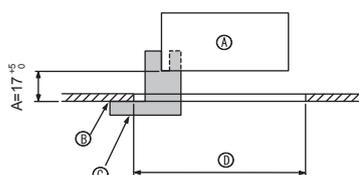

Fig. 5-2
①	Решетка	1	950 × 950 (мм)
②	Винт с привязной прокладкой	4	M5 × 0,8 × 25
③	Шаблон	1	(Поделен на четыре части)
④	Фиксатор	3
⑤	Винт	4	4 × 8
⑥	Винт	1	4 × 12
⑦	Угловая панель i-see sensor	1	для PLP-6BAE
5.2. Подготовка к установке вентиляционной решетки (Fig. 5-2)
• С помощью поставленного в комплекте шаблона ③ отрегулируйте и проверьте положение устройства по отношению к потолку. При неверном расположении устройства по отношению к потолку возможно прохождение воздуха или накопление конденсации.
- Ⓒ Шаблон ③ (Вставлен в устройство)